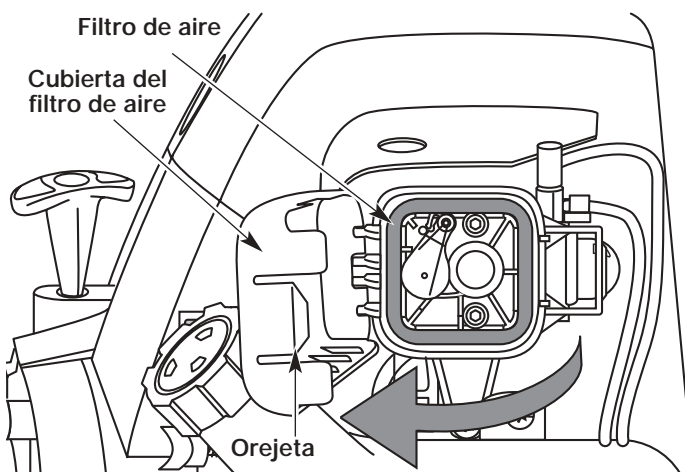

Figure 30
1. Abra la cubierta del filtro de aire. Empuje hacia adentro la orejeta del lado derecho de la cubierta, y extraiga la cubierta del filtro de aire hacia afuera y hacia la izquierda (Fig. 30).
2. Retire el filtro de aire (Fig. 30).
8. Mueva la cubierta hacia la derecha hasta que la orejeta del filtro de aire calce en su lugar en la ranura de la placa posterior (Fig. 30 & 34).